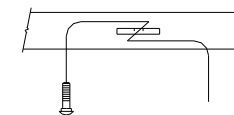

Figure 3.
2. À l'aide d'un fil de tirage, insérer un boulon de carrosserie et un grand bloc à travers les fentes dans le bas des longerons de châssis, tel qu'illustré à la figure 3.